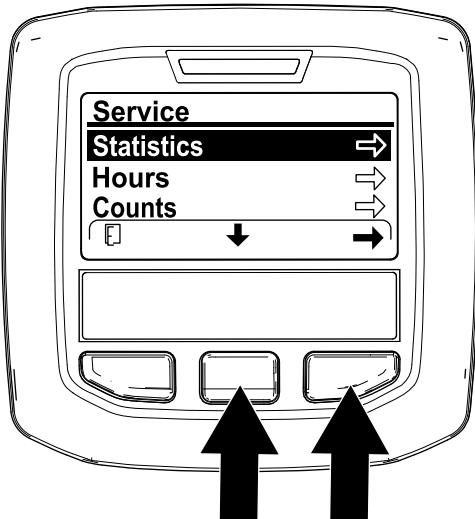

Figura 104
- All'interno della schermata MANUTENZIONE, premete il tasto centrale dell'InfoCenter fino a quando non viene selezionata l'opzione STATISTICHE, quindi premete il tasto destro (Figura 104).